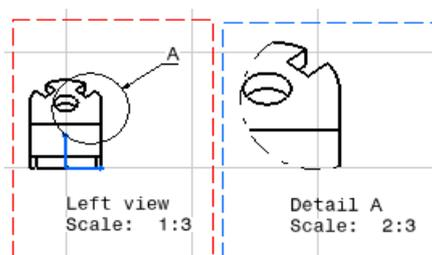

Ilustración 634: Ejemplo de vista de detalle.
- Ahora se sitúa el detalle de la vista en la ubicación del plano que se desee y se pulsa para generar la vista (ver Ilustración 634).